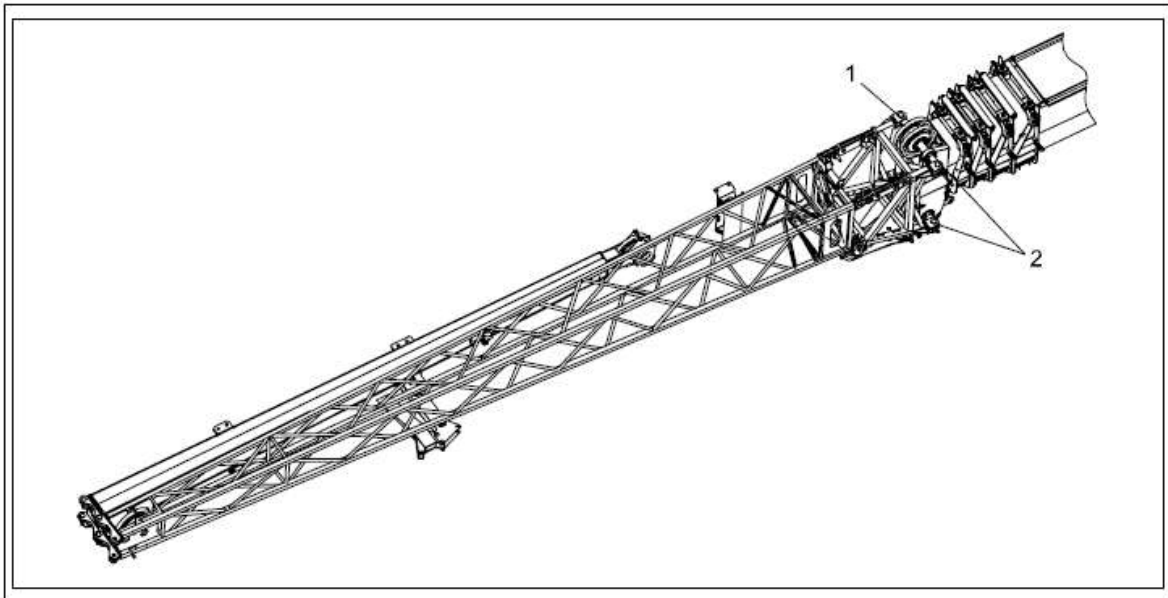
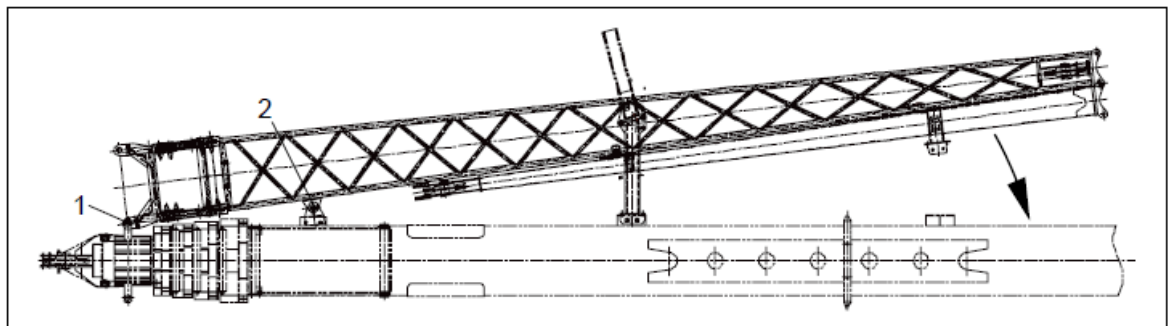

Fig.4-3.51
Fig.4-3.52
1) Retire o pino de eixo D (ver Fig.4-3.51). Gire todo o braço em torno do eixo do pino C para alinhar o orifício do pino, do outro lado do braço com a lança, insira eixo do pino A. Retire o eixo do pino C (ver Fig.4-3.52).